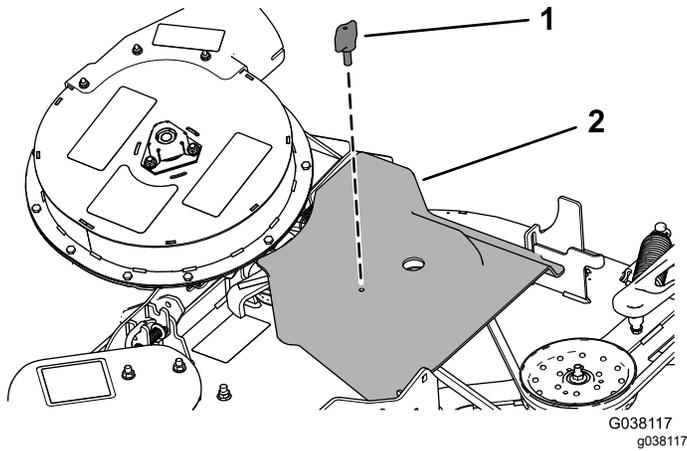

Figure 46
- Recouvrez la courroie de ventilateur de son couvercle et fixez ce dernier avec le bouton (Figure 46).